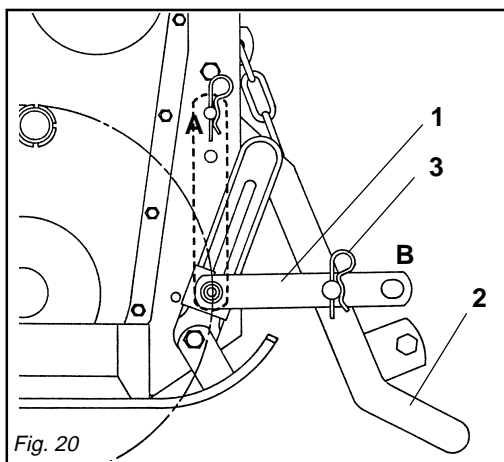

Fig. 20
- Porre il piatto forato (1 Fig. 20) in posizione «B», in questo modo la lamiera livellatrice (2 Fig. 20) diventa un'ulteriore sostegno antiribaltamen-
- Set the perforated plate (1 Fig. 20) in position «B». This will allow the levelling plate (2 Fig. 20) to become a further support to prevent the steerage
- Die Lochplatte (1 Abb. 20) in die Position «B» bringen. Auf diese Weise wird das Nivellierschild (2 Abb. 20) zu einem weiteren Umkippschutz für die
- Placez la plaque percée (1 Fig. 20) dans la position «B», la tôle de nivellement (2 Fig. 20) devient un support supplémentaire antibasculement de la houe; metz la goupille de sécurité (3 Fig. 20).
- Colocar el disco perforado (1 Fig. 20) en posición «B», de este modo la chapa niveladora (2 Fig. 20) se transforma en un ulterior soporte antivuelco de la binadora; introducir la
- to della zappatrice; inserire la copiglia di sicurezza (3 Fig. 20).
- hoe from overturning. Insert the safety split pin (3 Fig. 20).
- Hackfräse. Dann den Splint (3 Abb. 20) zur Absicherung einstecken.
- clavija de seguridad (3 Fig. 20).